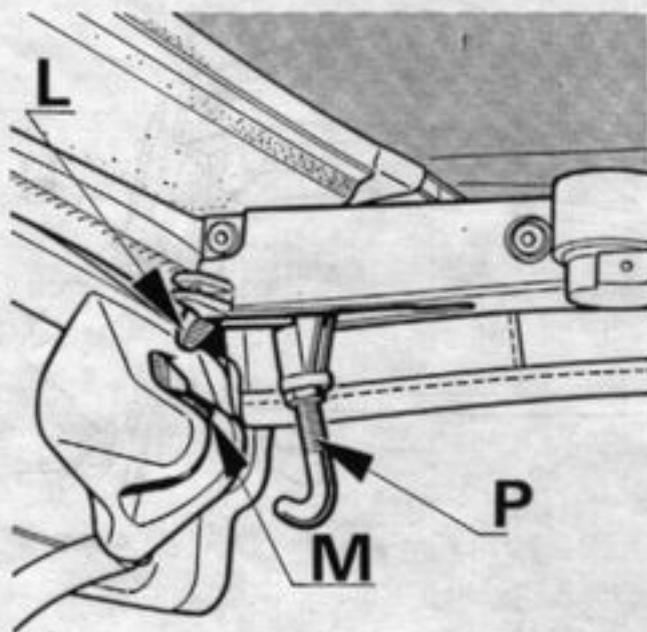
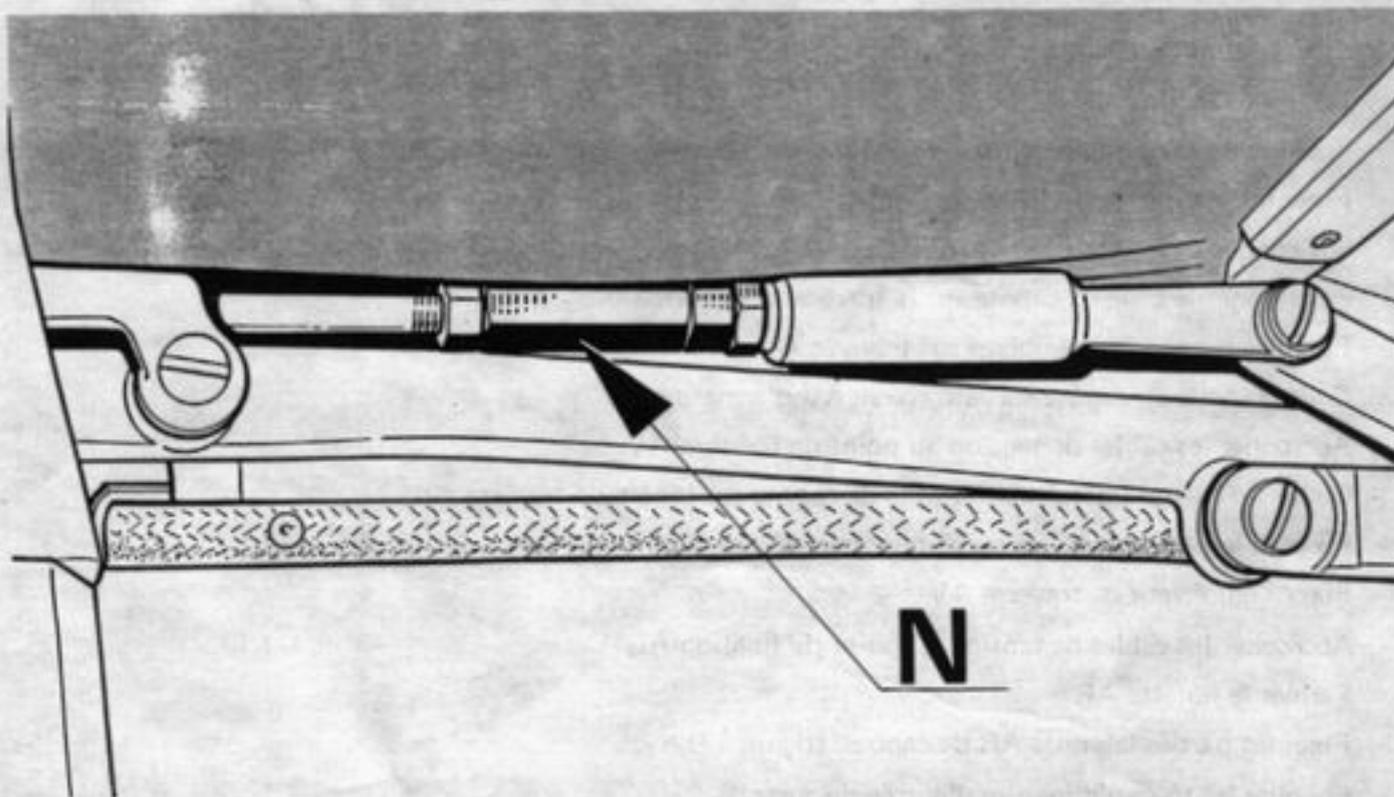

Figure 24
Figure 25.
- Ramener l'ensemble de capote vers l'AV sans verrouiller la fermeture, (figure 24)
- . la position des doigts de verrouillage AV (L) par rapport aux gâches (M), (figure 24)
Régler simultanément les deux tendeurs latéraux (N, figure 25) de telle sorte que les doigts de verrouillage AV (L) coïncident avec le centre des gâches (M, figure 24)
Régler le verrou (P, figure 24) afin que l'effort exercé sur la poignée soit correct.